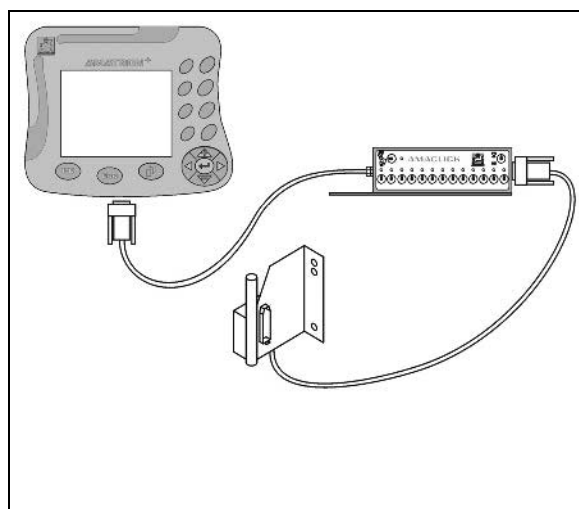

Fig. 95
- uden multifunktionsgrebet som vist Fig. 95